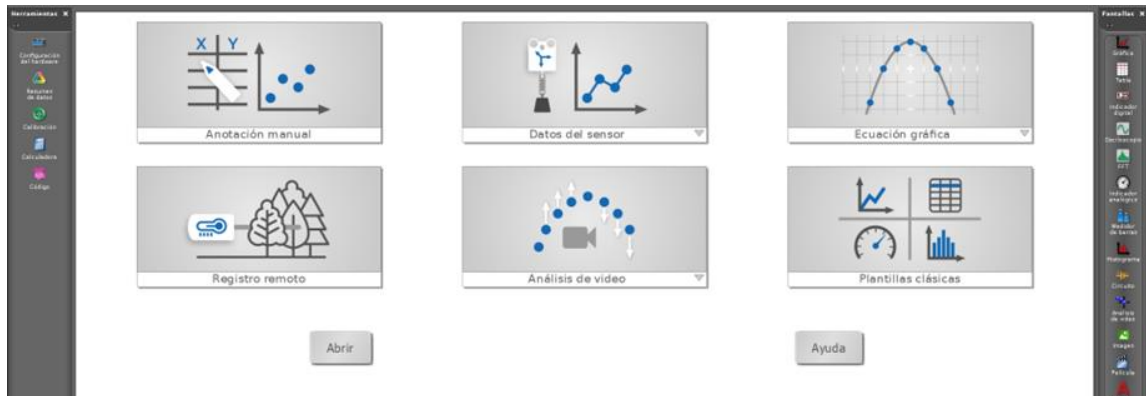

Figura 03: PASCO Capstone
- a. Ingrese al programa PASCO Capstone™, haga clic sobre el icono tabla y gráfica (Figura 03) y seguidamente reconocerá el sensor de Fuerza y movimiento previamente insertado a la interfase USB Link